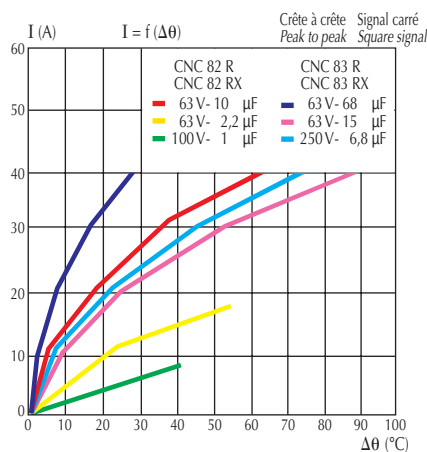
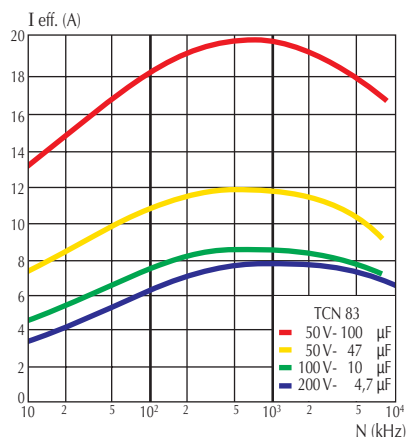

Fig. 60 Intensité admissible en fonction de l'élévation de température (200 kHz).
Fig. 62 Intensité efficace en fonction de la fréquence ($\Delta\theta$ 20°C).
En fonctionnement, ces condensateurs sont traversés par des courants de forte intensité et subissent des élévations de température. Les figures 62 à 65 donnent quelques exemples de courants admissibles pour un échauffement de 20°C, les figures 60 et 61 présentent l'intensité admissible en fonction de l'échauffement.
- la valeur de capacité (fig. 60 et 61),
High intensity currents go through the capacitors when operating, causing temperature rises. Figures 62 thru 65 specify a few examples of permissible currents for a typical 20°C temperature rise. Figures 60 and 61 specifies the permissible intensity vs temperature rise.
- capacitance value (figures 60 and 61),